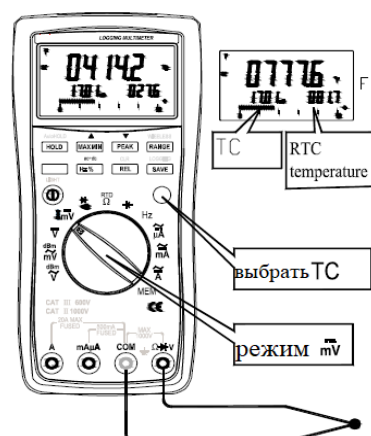

Рис. 15 Режим измерение температуры ст/ парой К-типа(ТС)
4. Считать результат с экрана ЖК дисплея (рис.15). Температура отображается на главном экране, термоэлектрический потенциал на первом вспомогательном экране и температура окружающей среды на втором вспомогательном (если функц. RJC включена). Пользователь может задать статус RJC - открыто или закрыто (см. Раздел 9).